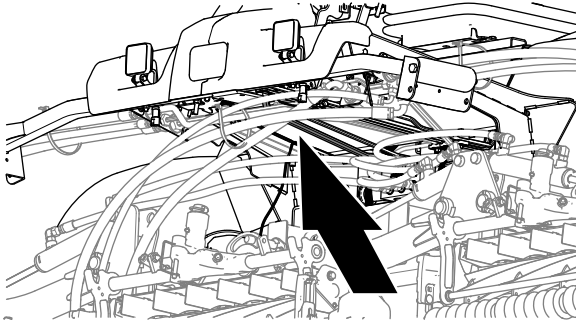
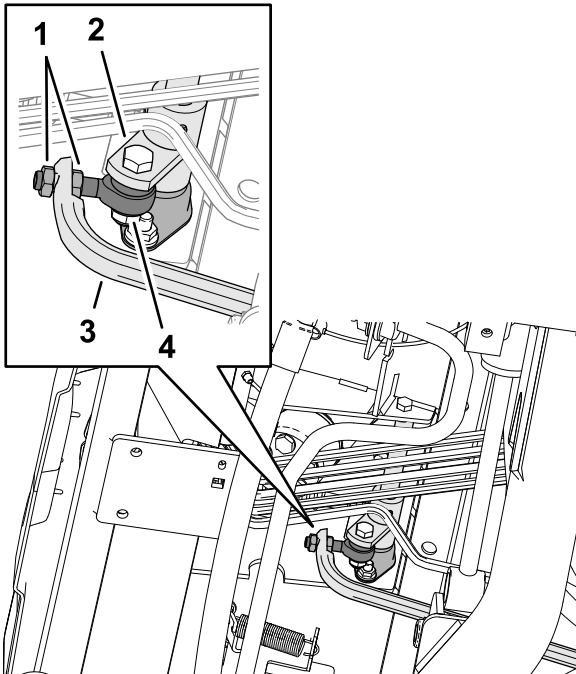

Figura 140
Figura 141
- Ajuste las contratuercas de la rótula para desplazar la varilla de tracción hacia adelante, con objeto de eliminar el movimiento de la máquina hacia adelante, o hacia atrás para eliminar el movimiento hacia atrás (Figura 140 y Figura 141).